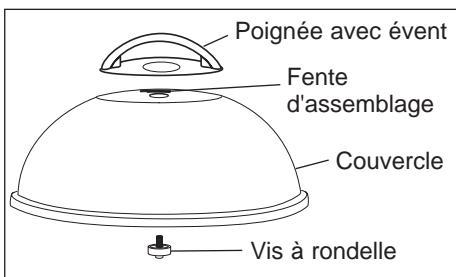

Figure 1
5. Le couvercle et la poignée avec événent ont été assemblés à l'envers avec la vis à rondelle pour simplifier l'emballage de l'appareil. Dévissez la poignée avec événent pour la séparer du couvercle, puis remontez-la correctement au sommet du couvercle. Assurez-vous que l'ergot de positionnement de la poignée s'insère bien dans la fente d'assemblage au sommet du couvercle. Montez la poignée à événent sur le sommet du couvercle au moyen de la vis avec rondelle, en introduisant cette dernière par l'intérieur du couvercle. Serrez avec un tournevis Phillips. Voir figure 1.